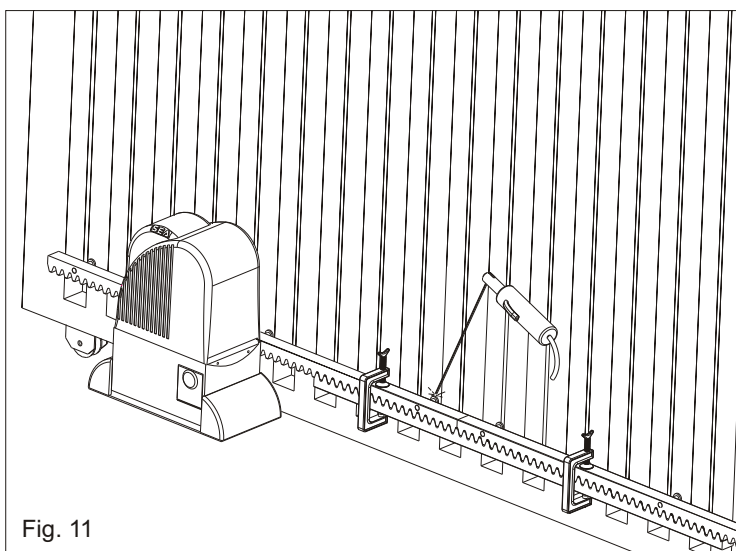

Fig. 11
6.5. controlar que todos los elementos de la cremallera resulten perfectamente alineados y posicionados correctamente (dentados en fase). Se aconseja contraponer entre dos elementos sucesivos un tercer elemento como se indica en la Fig. 11.